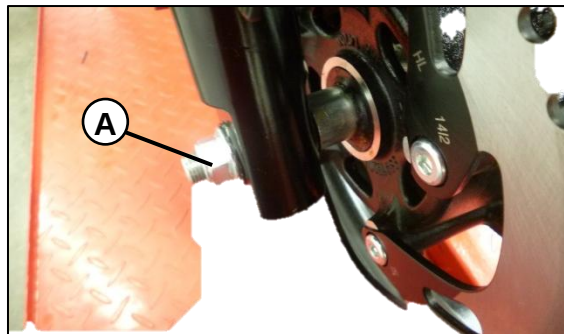

Fig. 03
Retire la tuerca de la llanta (A). Fig. 03